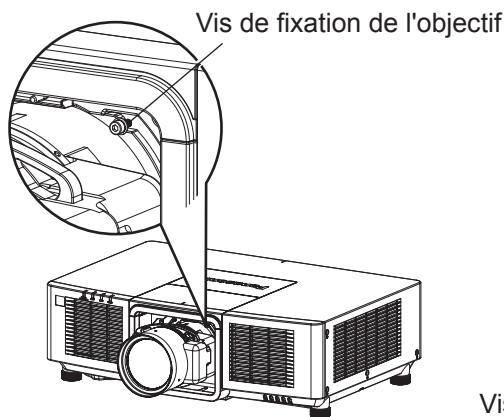

Fig. 1
1) Retirez la vis de fixation de l'objectif. (Fig. 1)
- Pour une lentille de projection autre que la lentille zoom (N° de modèle : ET-EMU100), retirez la vis à droite de la lentille de projection à l'aide d'un tournevis hexagonal à pointe sphérique. (Fig. 1)